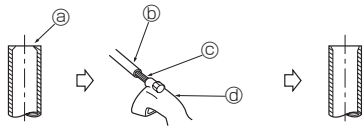

Fig. 5-4
5.2.2. Enlever les bavures (Fig. 5-4)